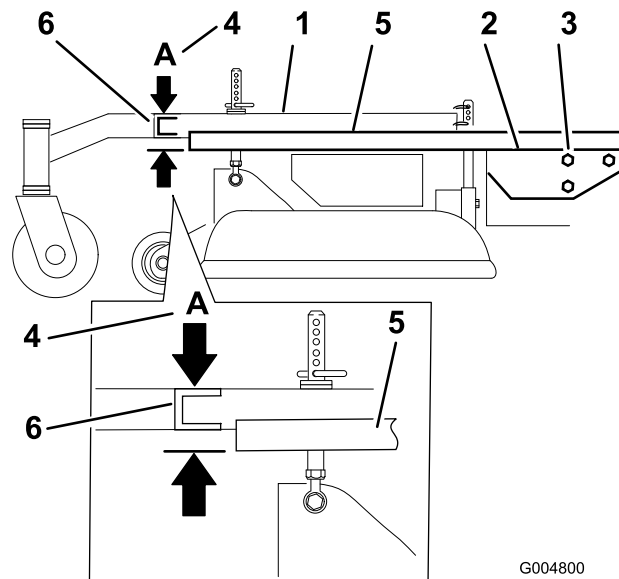

Figure 62
- Placez une longue planche, ou autre objet similaire parfaitement droit en haut du plancher moteur, comme illustré à la Figure 62.
- Au niveau du tube transversal du bâti porteur, mesurez la hauteur au point A (Figure 62).
- Desserrez les boulons de montage du bâti porteur de chaque côté de la machine (Figure 62).
- Alignez le bâti porteur et le plancher moteur à 33 mm (1-5/16 po)  $\pm$  6 mm (1/4 po) au point A (Figure 62).